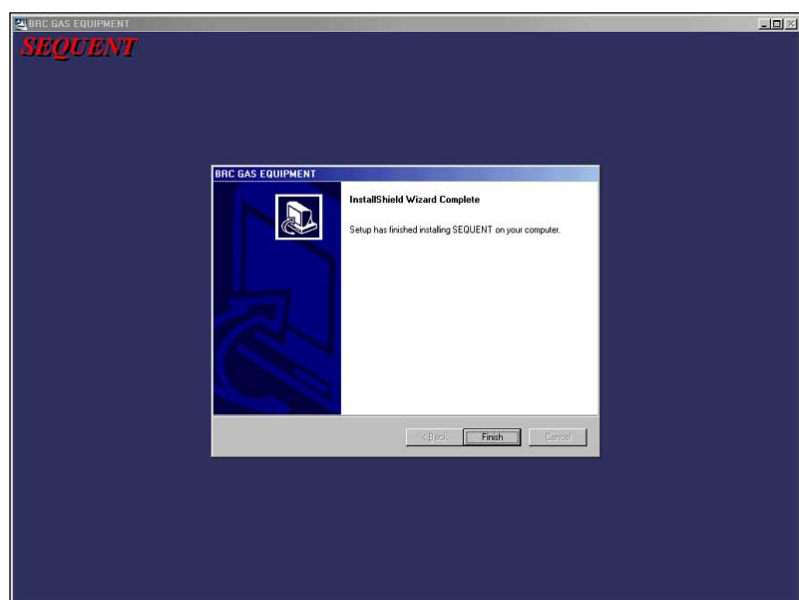

Fig. 2.4 - Installation avec touche Finish
"InstallShield Wizard Complete" (Figure 2.4) appuyer la touche Finish.
8. Dans la fenêtre "InstallShield Wizard Complete" (Figure 2.4) appuyer sur la touche Finish.